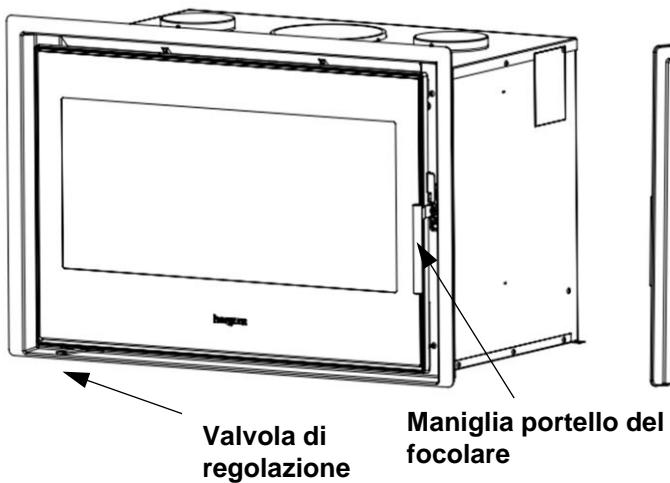

FIG. 1
1. Rimuovere le quattro viti che fissano la parte anteriore del vassoio di sostegno della ventola (Fig.1).